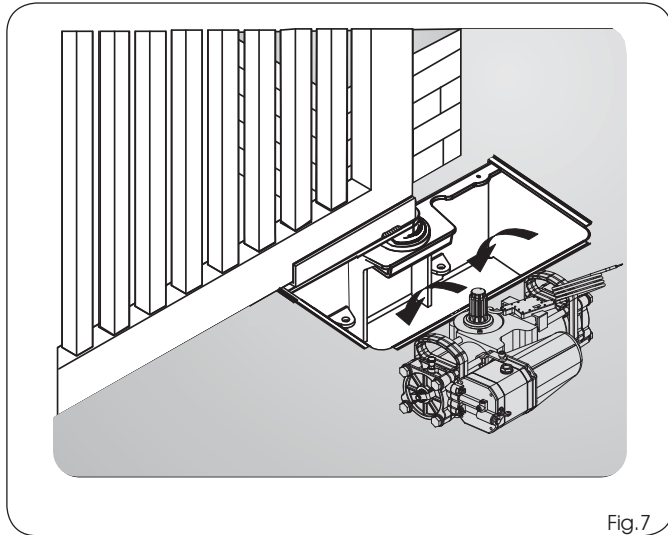
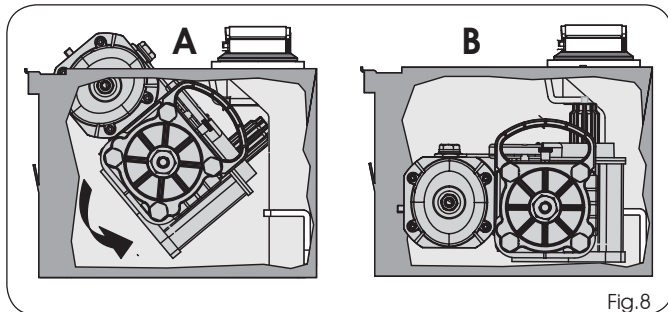

Fig.7
Fig.8
- 8) Introduire l'opérateur à l'aide des poignées spécifiques dans le caisson portant figure 7 et le positionner comme d'après la figure 8 A, B.